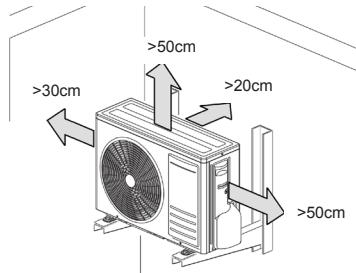
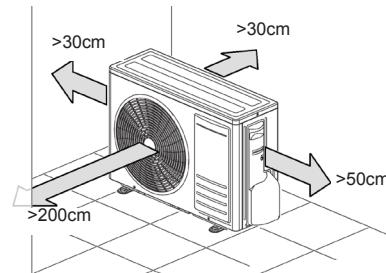

fig. 6 -
fig. 7 -
- Poziționați-o respectând distanțele minime față de perete, mobile sau alte obiecte care pot exista în jur "fig. 6 -" e "fig. 7 -".